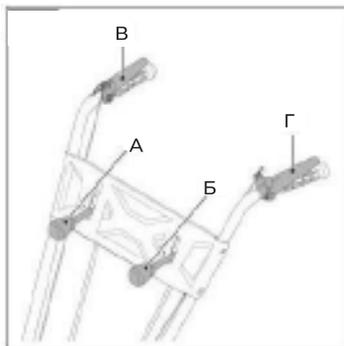

Рис. 9
Направление движения щетки регулируется рычагом (рис. 9, поз Б), который позволяет повернуть щетку в необходимом направлении. Переместите рычаг вперед или назад в одно из 3-х доступных положений, чтобы наклонить щетку.
- Поверните регулятор направления щетки (рис. 9, поз Б) в необходимое положение.
- Нажмите на рычаг управления щеткой (рис. 9, поз В)
- Нажмите на рычаг управления движением (рис. 9, поз Г)